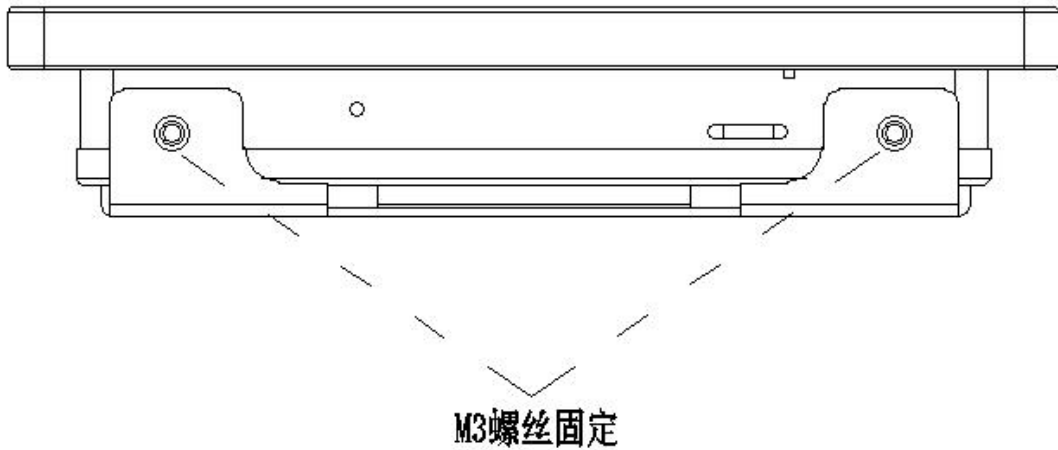

图4-2
2、用 2 个螺丝在设备底部将设备和挂墙板拧紧锁定，如图 4-2。